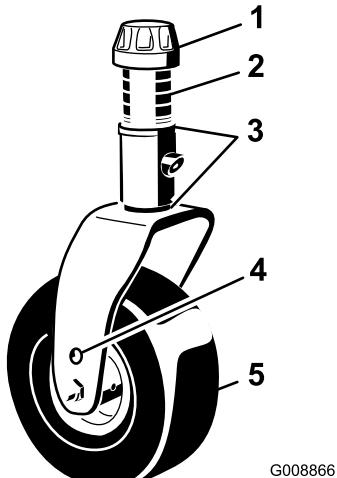

Figura 28
3. Ajuste los suplementos de 3 mm de las horquillas de las ruedas giratorias delanteras hasta que la altura de corte se corresponda con la marca de la pegatina (Figura 28); consulte Ajuste de la altura de corte (página 27).